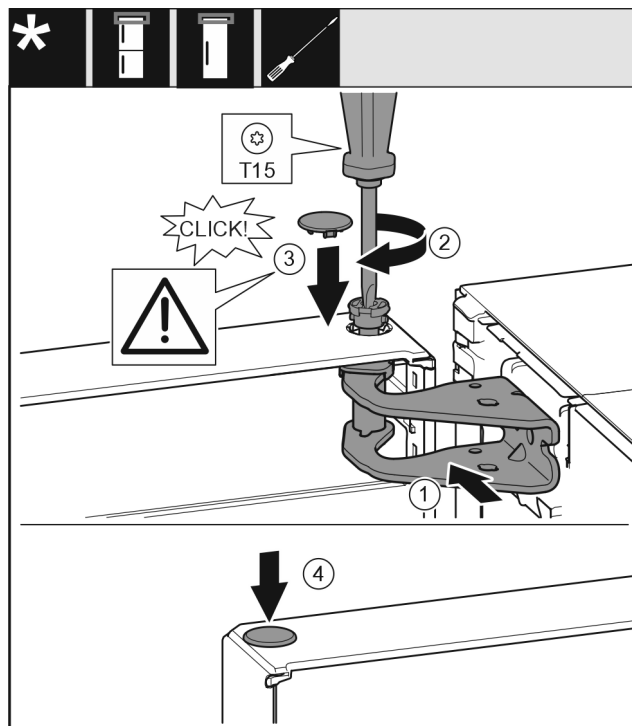

Fig. 19
- ▶ Vrata zgoraj naravnajte k odprtini v ležajnem podstavku. Fig. 19 (1)
- ▶ Vstavite sornik in ga privijte z izvijačem T15. Fig. 19 (2)
- ▶ Montirajte varovalni pokrov za varovanje vrat: Vstavite varovalni pokrov in preverite, če se nalega na vrata. V nasprotnem primeru sornike vstavite v celoti. Fig. 19 (3)
- ▶ Vstavite čep. Fig. 19 (4)